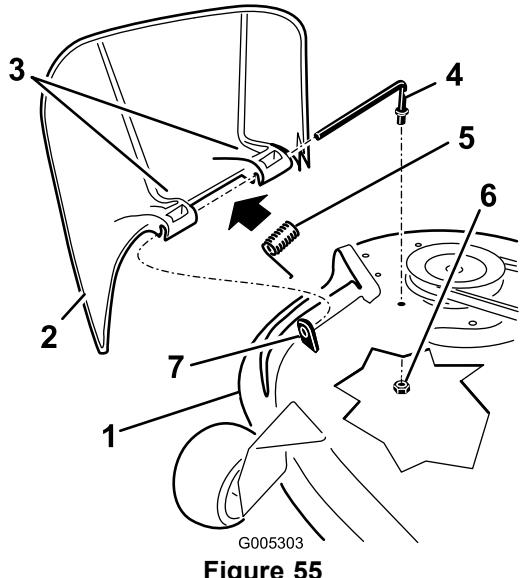

Figure 55
1. Repérez les éléments illustrés à la Figure 55.
- Retirez l'écrou (3/8 pouce) de la tige, sous le plateau de coupe (Figure 55).
- Sortez la tige de la courte cheville de positionnement, du ressort et du déflecteur d'herbe (Figure 55). Enlevez le déflecteur s'il est endommagé ou usé.
- Remettez en place le déflecteur d'herbe (Figure 55).
- Placez le ressort sur la tige, les fils d'extrémité dirigés vers le bas, entre les supports du déflecteur d'herbe. Insérez la tige dans le deuxième support du déflecteur d'herbe (Figure 55).
- Insérez la tige à l'avant du déflecteur dans la courte cheville de positionnement sur le plateau. Fixez l'extrémité arrière de la tige dans le plateau de coupe à l'aide d'un écrou (3/8 pouce) (Figure 55).